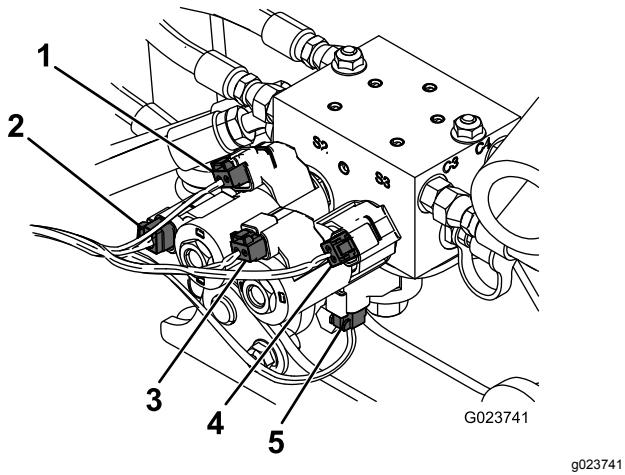

Figura 21
5. Conecte el arnés de cables al bloque hidráulico, según se muestra en Figura 21.